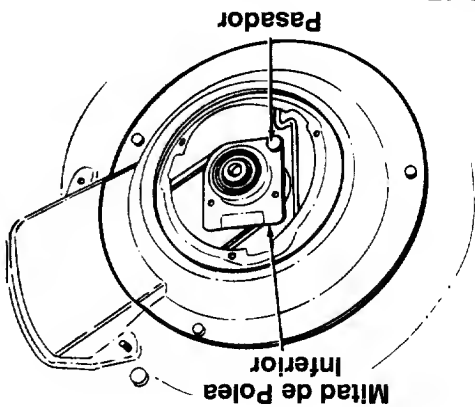

FIGURA 17.
- Quite los dos tornillos autorroscantes que fijan la mitad de la polea inferior. Vea la figura 16. Gire la mitad de polea inferior a la mitad de 90 grados hacia la derecha (Vea la figura 17) y quite el cortacésped. Remueva la correa de alrededor del cigüeñal.